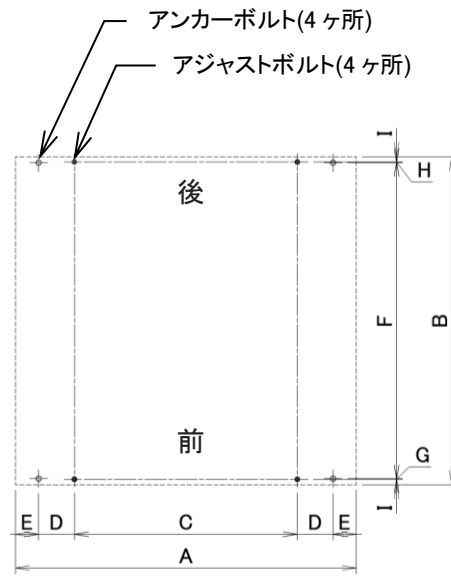

図 4-2
- 1) 機械の据付は、機械自重による床荷重(530kg/m²)に充分耐えられる所で、かつ、水平な所であれば、特別な基礎工事の必要はなく、簡易基礎にて水平を出し、4本のアンカーボルトにて固定するだけで充分です。ただし、特に地盤の弱い所は、(図 4-2)を参照の上基礎工事をしてください。また、機械の据付は水平器を用いて、左右は水平にし、機械の前後方向は機械前側が少し上がり気味になるように据付してください。